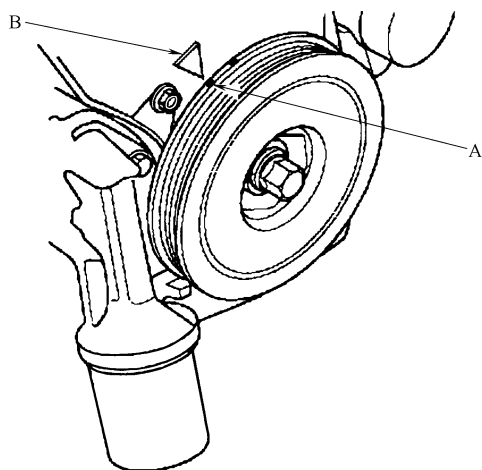

图 23-95 白色标记 A 与指针 B 对齐
- 1) 转动曲轴，使白色标记 A 与指针 B 对齐 (图 23-95)。